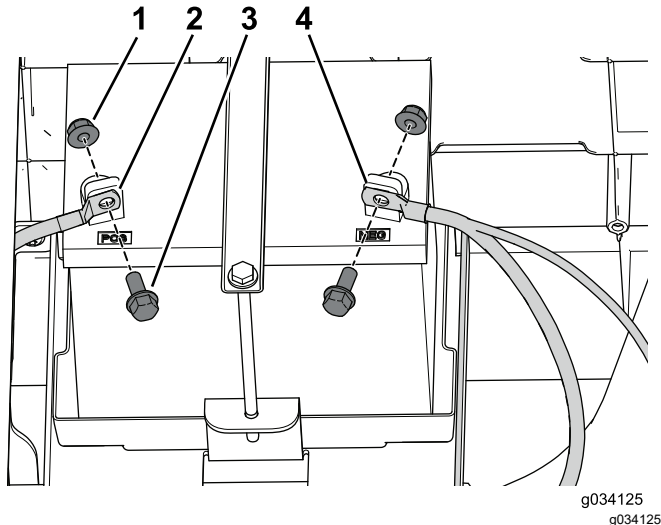

Figura 10
5. Scollegate il cavo negativo (-) dalla batteria, poi scollegate quello positivo (+) come illustrato nella Figura 10.